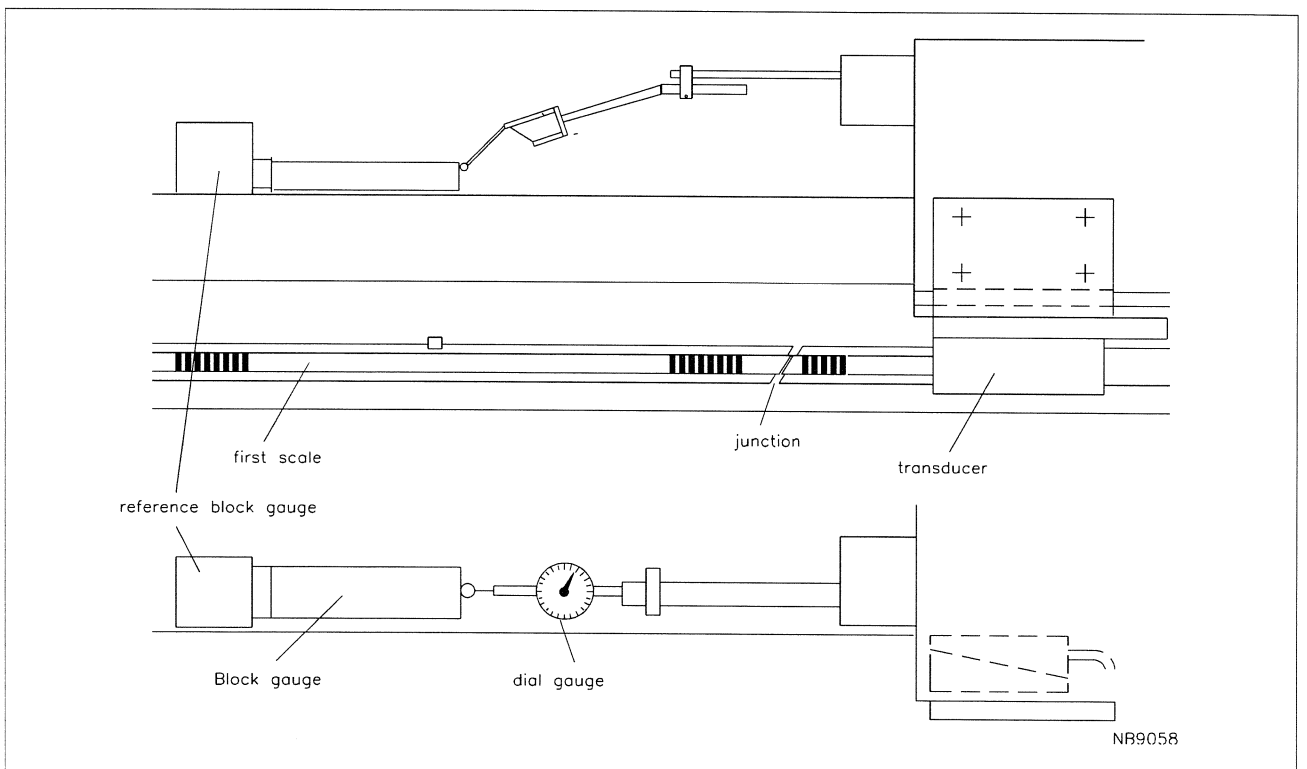

Fig. 30
Fixer une cale étalon de référence en une position convenable de la glissière de la machine-outil, afin de pouvoir mesurer la position du chariot par rapport à celle-ci, à l'aide d'un comparateur monté sur le chariot. Le chariot doit être en une position telle, que le capteur soit situé juste à la gauche de la jonction (Fig. 30).
- Déplacer le chariot vers la gauche jusqu'à ce que le comparateur soit en contact avec l'extrémité de la seconde cale étalon et affiche zéro (voir Fig. 30).